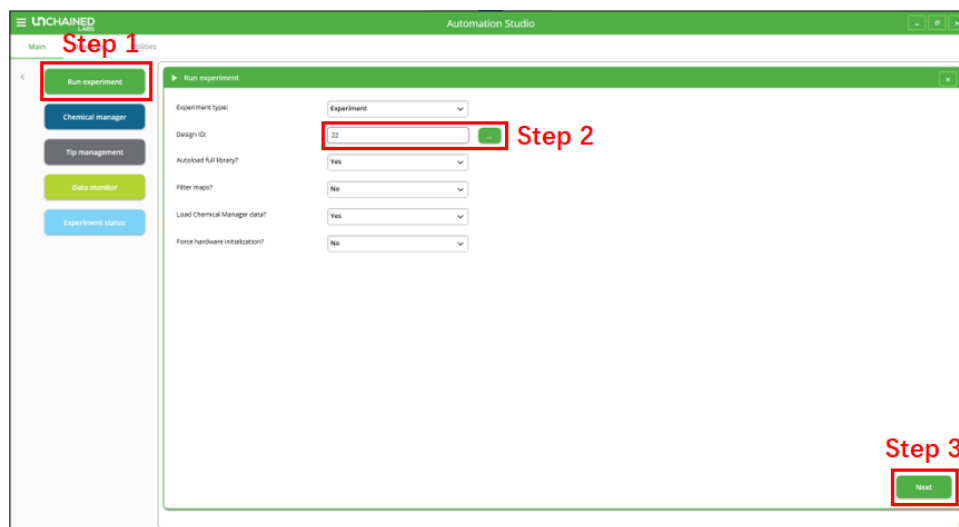

图 6-4-4
- 1) 在仪器完成初始化后，点击“Run Experiment”，输入此次 LS 软件中生成的 Design ID，或点击  在 Project 中寻找此次需要运行的 Design ID（图 6-4-4，其余选项建议选择默认值，如需要调整，可与仪器管理员沟通），点击 Next。